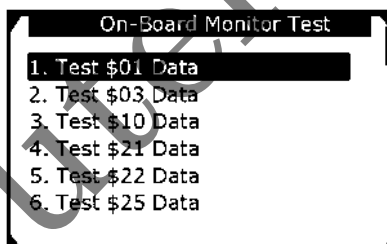

Рисунок 5-27
5) В меню **On-Board Monitor Test [Проверка бортовых мониторов]** с помощью **кнопок прокрутки вверх/вниз** выберите для просмотра необходимые результаты диагностики, а затем нажмите **кнопку ОК**. См. рисунок 5-27.